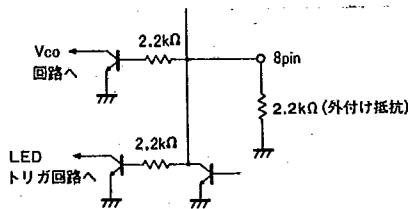

Fig.29
c) 8pinをVccへ接続する際には，10~50kΩ程度の抵抗を通して行ってください。Fig.29のような回路構成にな